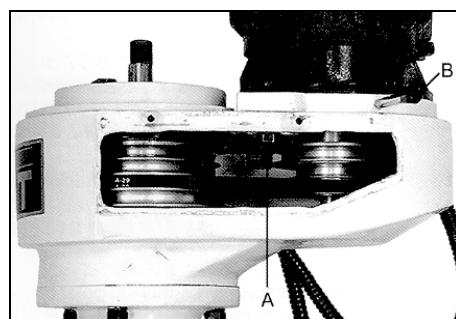

Рис.8
Ослабьте шестигранную гайку (A, Рис. 8).
- ходовой винт для перемещения стола по вертикали (С, Рис. 8).